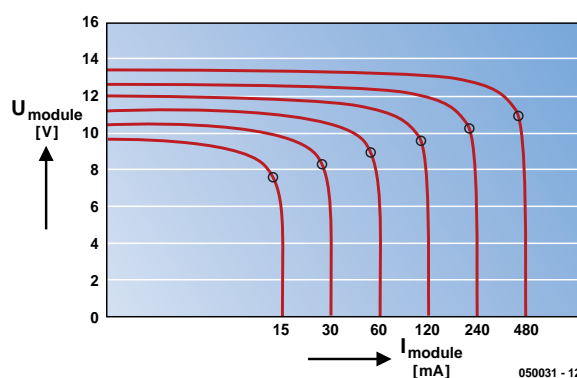

Figure 3. Caractéristique d'un module solaire à différents niveaux de luminosité. Les points de puissance maximale (MPP) sont arqués en gras.
Si l'on introduit U sur I , on obtient les courbes représentées en **figure 3**. La luminosité croît du coin inférieur gauche vers le coin supérieur droit. En l'absence de charge on peut dériver sur la cellule une tension à vide qui est, dans le cas de cellules au silicium, légèrement inférieure à 0,6 V (niveau d'éclairage de 1 000 W/m², température proche de 25 °C). Si l'on court-circuite la cellule on a circulation d'un courant de court-circuit (théorique). La puissance maximale s'obtient aux points rehaussés; on parle de MPP (*Maximum Power Point*). Sur un module, les cellules sont prises tant en parallèle qu'en série, ce qui se traduit par des tensions et de courants de sortie plus importants. On obtient, selon les types de cellule et de module, entre 80 à 150 W par m² de surface, ce qui correspond à un rendement énergétique de 8 à 15%. Toute augmentation de température diminue la puissance du module (de 0,2 à 0,5% par °C typique). Plusieurs modules permettent de construire des générateurs plus puissants.
– dans le cas d'une tension de batterie très inférieure à la tension nominale du module, que l'on utilise un diviseur de tension ou autre électronique similaire. On peut connecter un module 12 V directement à un accu de 3 V sans que ce dernier ne coure de danger (cf. figure 3). Le module solaire 12 V ne fonctionne pas alors en source de tension à tension de sortie constante de 12 V mais en source de courant. Tout ce qui se passe est que le module est forcé de travailler sensiblement en deçà de sa caractéristique.